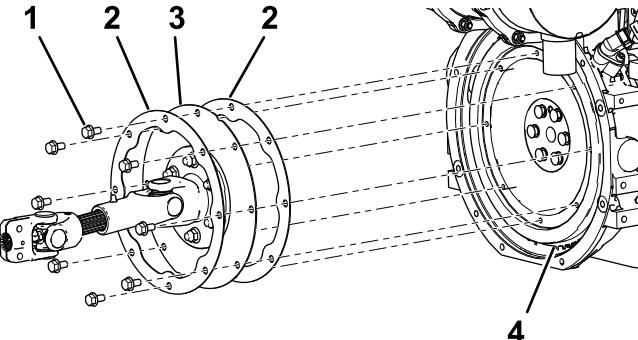

図 4
9. 新しい駆動シャフトの大きい方の端部それぞれに、バックアップリングを取り付ける図 4。
10. 新しい駆動シャフトの大きい方の端部の穴とバックアップリングの穴を、エンジンのフライホイールの穴に合わせる図 4。
11. キット付属品である短いフランジヘッドキャップスクリュ8本のねじ山に中程度のロッキングコンパウンド除去可能なタイプを塗りつける図 4。
12. 駆動シャフトとバックアップリングをフライホイールに固定するフランジヘッドキャップスクリュ8本を使用する図 4。